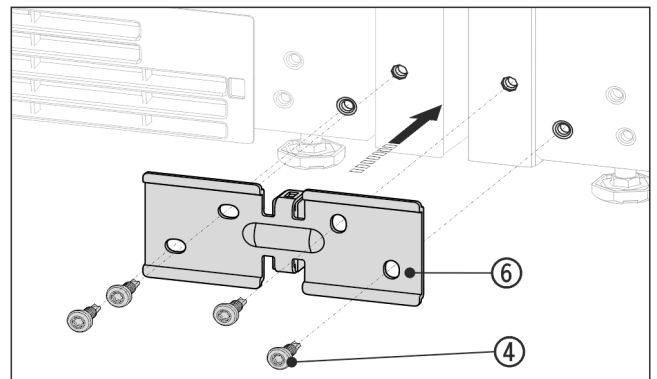

Fig. 14 Représentation à titre d'exemple
- Pousser l'équerre Fig. 14 (6) avec l'entretoise entre les appareils et visser sans serrer avec 4 vis Fig. 14 (4).